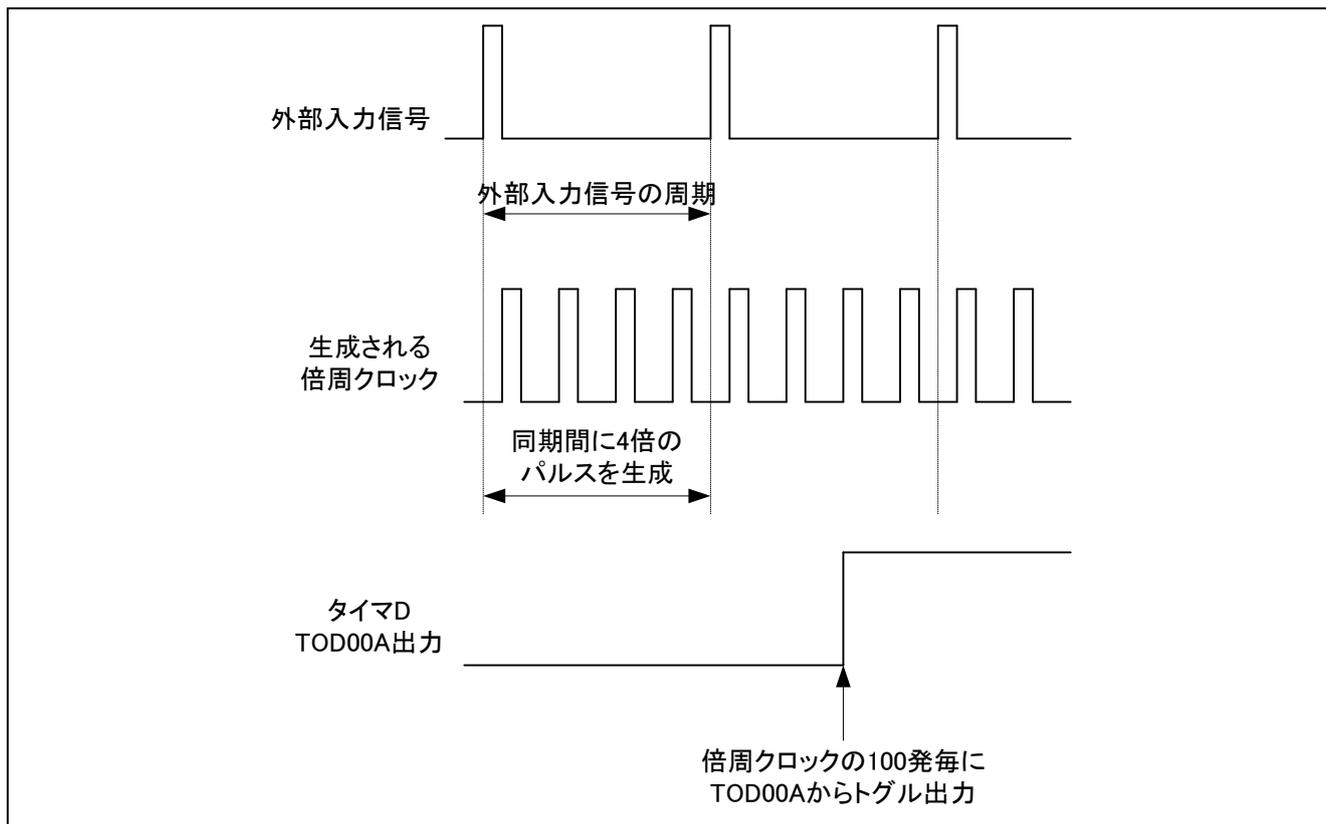

図 2.42 倍周クロックの生成 (PIMR1=4 の場合)
- 1) 図 2.42に示すように外部信号の周期を計測し、それに対する倍周クロックを生成します。